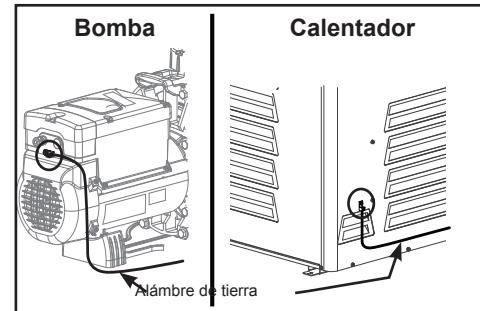

Figura 21. Ubicación de la orejeta para conexión a tierra
18. Conecte un extremo del cable de la conexión a tierra a la conexión de la parte inferior de la placa posterior del chasis de la fuente de energía (ver Figuras 19 y 20). Conecte el segundo extremo a un punto común ya sea de la bomba de la piscina o la del calentador. Asegúrese de referirse al manual de la bomba o del calentador para la ubicar los puntos de conexión a tierra enlaces antes de hacer esta conexión. Vea la Figura 21 para ejemplos de la ubicación de la orejeta para conexiones a tierra. No utilice la fuente de energía como el punto común. Debe haber una sola conexión a tierra de la fuente de energía. Cada pieza de equipo no relacionados con la piscina que requieren tierra también deben estar conectados a un punto de conexión de tierra aprobado.